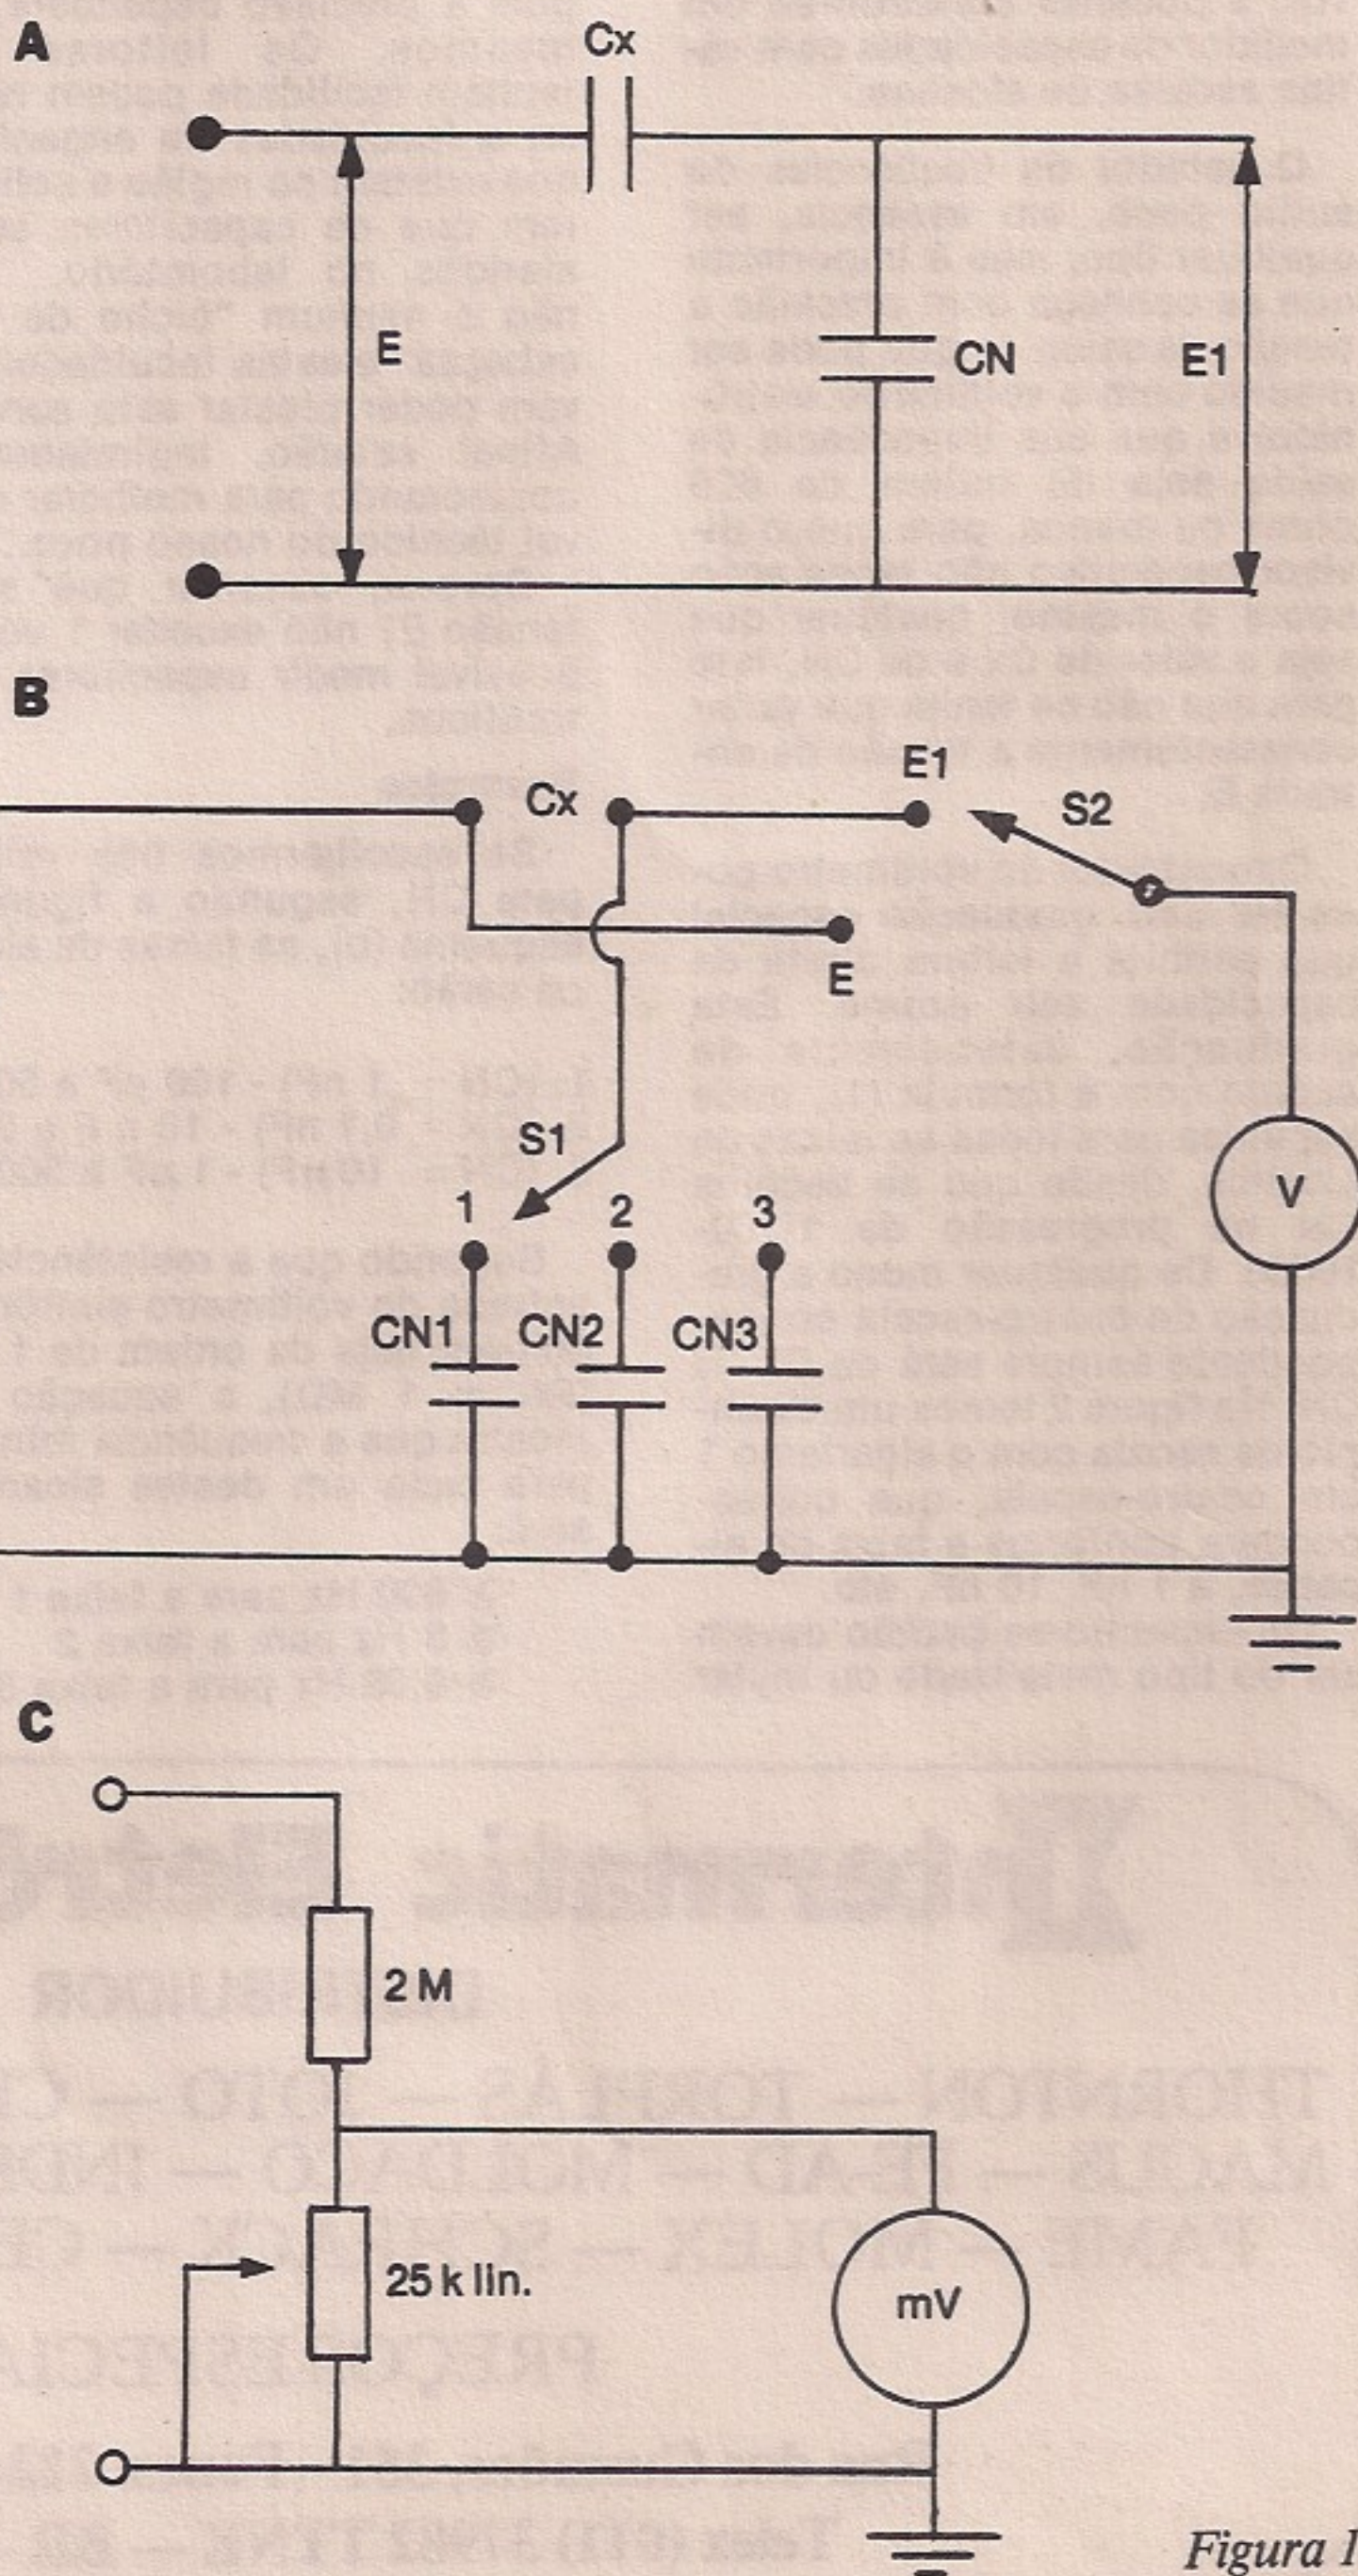

Figura 1
um método simples de medir capacitores é a utilização de um divisor de tensão capacitivo como indicado na figura 1, onde "E" representa uma tensão alternada fornecida por um gerador, (CN) uma capacitância padrão, "E1" a tensão medida em seus terminais (com auxílio do voltmetro eletrônico) e "CX" a capacidade a ser medida.
Se escolhermos três valores para CN, segundo a figura 1, esquema (b), as faixas de alcance serão: